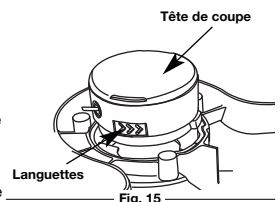

Fig. 15
- Retirez le couvercle de la tête de coupe en enfonçant les deux languettes qui sont visibles de chaque côté de la tête de coupe (Fig. 15).
- Insérez le bout de la ligne dans l'œillet situé dans la bobine extérieure (Fig. 15).
- Placez le couvercle de la tête de coupe sur la bobine intérieure. Alignez les languettes sur le couvercle avec les verrouillages dans la bobine extérieure et enfoncez le couvercle en employant une force égale des deux côtés jusqu'à ce que les languettes se verrouillent dans leur emplacement (Fig. 15).
- Retirez le couvercle de la tête de coupe en enfonçant les deux languettes qui sont visibles de chaque côté de la bobine extérieure (Fig. 15).